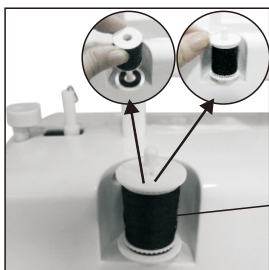

Fig. 20
1. Sätt en spole på spolpinnen (fig.20).